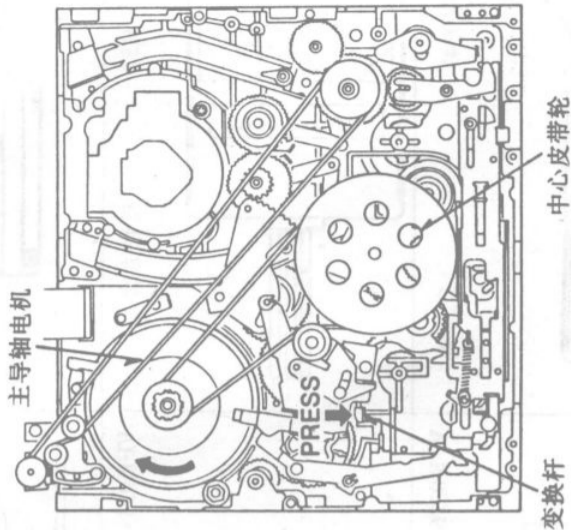

图 43
- ①按下电源插头；
- ②卸下磁带盒仓，并断开P1508点的软带状多芯电缆；
- ③在推动变换杆的同时，顺时针转动主导轴电机直到加载完成，如图43所示；